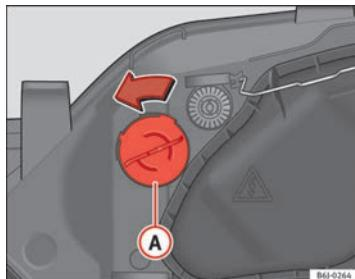

Fig. 157 Luz intermitente
- Gire el portalámparas ⇒ fig. 157 Ⓛ a la izquierda y tirar.